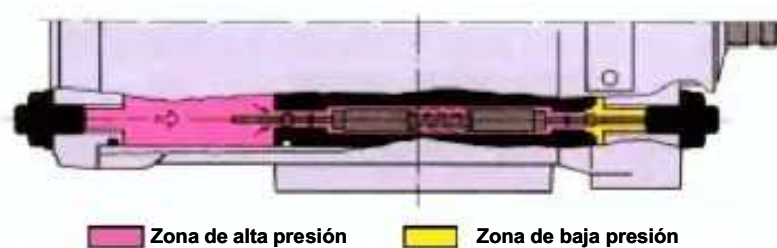

Figura 5
ejemplo para la derecha (figura 5), la válvula derecha (T) es accionada por el tornillo de ajuste (X) antes que el émbolo alcance su posición final. En este proceso el émbolo de la válvula (U) es desplazado por el aceite bajo presión, que posibilita la circulación del aceite en la cámara del cilindro de trabajo (V) y en la tubería de retorno.